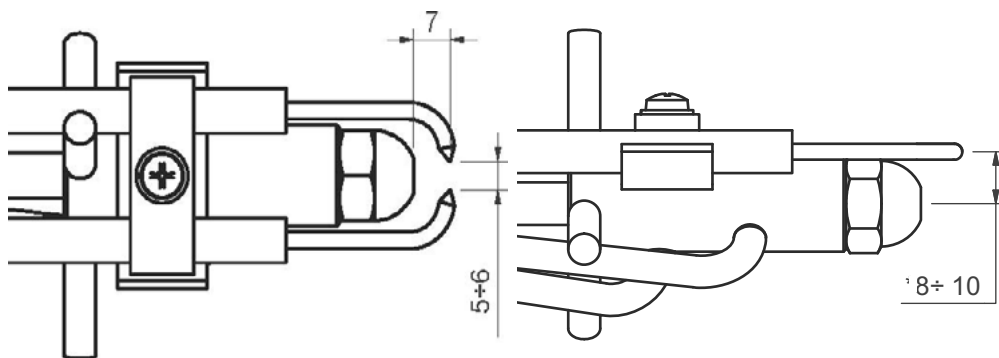

Рис. 38
- Проверить и аккуратно почистить фотозлемент улавливания пламени и, если необходимо, заменить его. В случае возникновения сомнения, проверить контрольный контур, после того, как горелка будет вновь запущена, согласно схеме на Рис. 38;